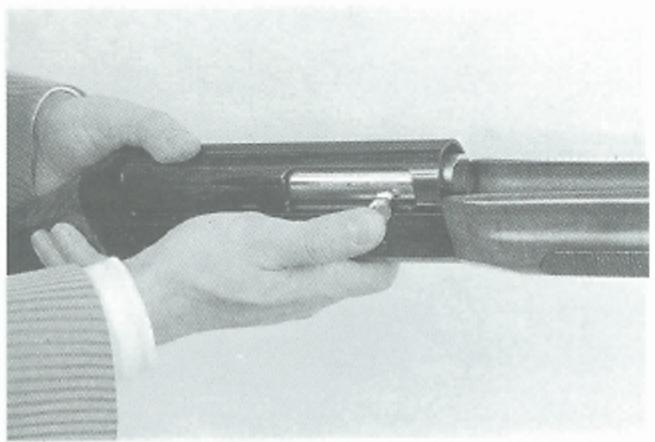

Fig. 2
- 1) Prendere la manetta ed inserirla sul suo foro di sede sull'otturatore premendola a fondo (fig. 2).
- 1) Insert the bolt lever in its seat on the bolt, pushing it all the way in (fig. 2).
- 1) Saisir la manette et l'introduire dans son emplacement situé sur l'obturateur en la poussant à fond (fig. 2).